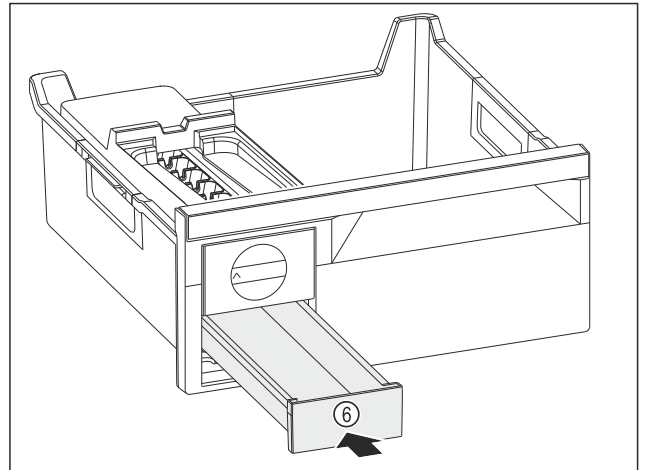

Fig. 117
- ▶ Spingere verso l'interno il cassetto del ghiaccio Fig. 117 (6).